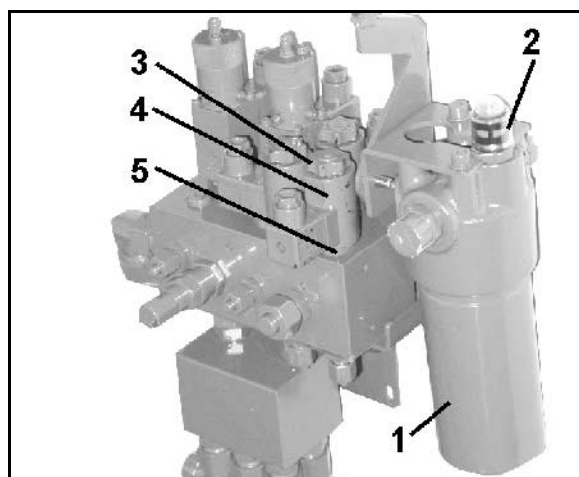

Fig. 78
Under arbeid (oljeomløp startet) kan hydraulikkoljefilterets funksjon (Fig. 78/1) kontrolleres på styreblokken.
Visning i kontrollruten (Fig. 78/2):
1. Skru av magnetkappen (Fig. 78/3)
2. Fjern magnetspolen (Fig. 78/4)
3. Skru ut ventilstangen (Fig. 78/5) med ventiletene og rengjør med trykkluft eller hydraulikkolje.